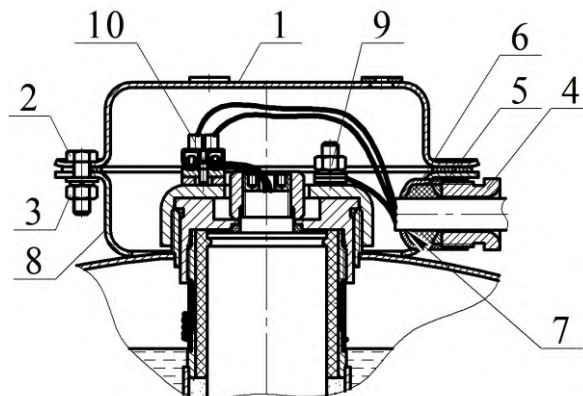

Рисунок 4
2.1.2 Произвести монтаж вводной коробки МУПТВ (см. рисунок 4) в следующей последовательности.